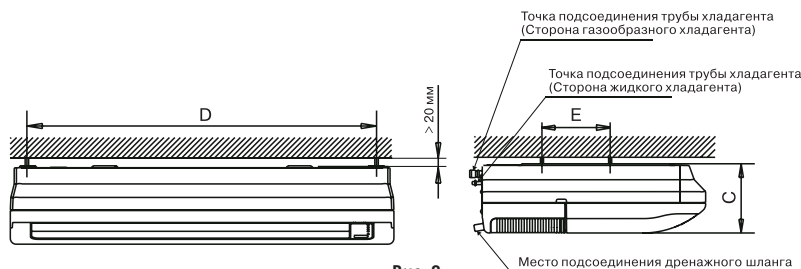

Рис. 8
- На рис.8 схематично изображен кондиционер для пояснения проводимых с ним работ. Его реальный внешний вид может незначительно отличаться.
- Свободное пространство вокруг наружного блока должно быть не менее указанных на рис. 8.